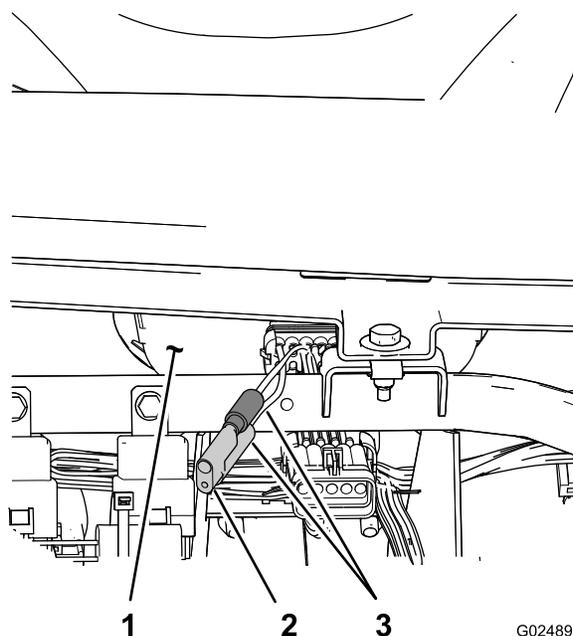

Figure 83
3. Localisez les 2 fils non branchés près de l'indicateur de vitesse (Figure 83).
4. Débranchez le connecteur du faisceau de câblage et branchez les fils ensemble (Figure 83).